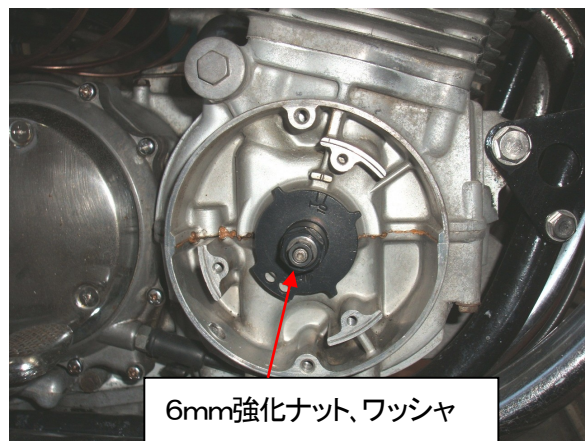

図2、SP2 タイミングロータの取り付け
- ②SP2 タイミングロータを付属の6mm強化ナット、ワッシャを使用して取り付けして下さい(図2)。